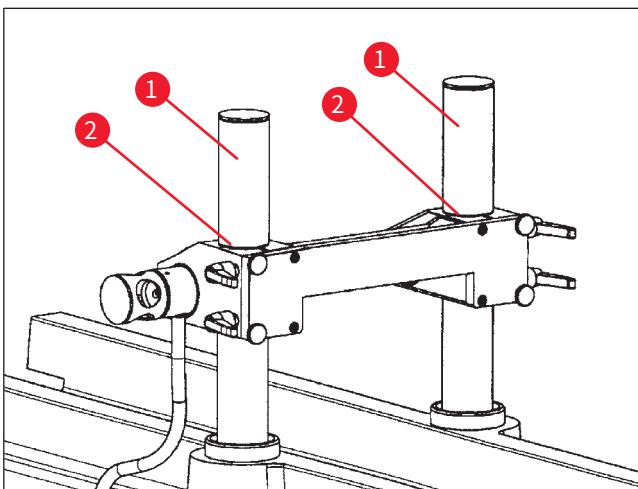

图 83
- 支撑柱 (→图 83-1) 上的凹槽 (→图 83-2) 标记的是 100 mm 位置。这需要凹槽与刀架上边缘相匹配, 请参见 (→图 83)。